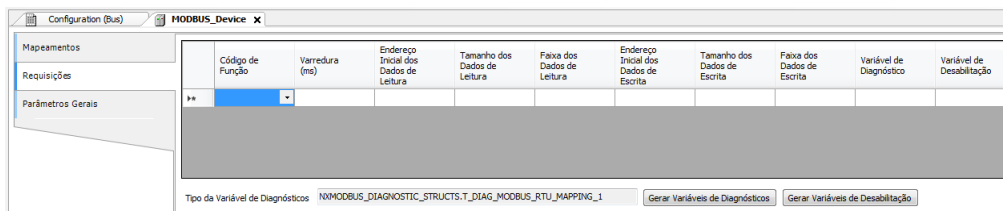

Figura 87: Tela de Requisições de dados MODBUS Mestre
- Adicionar e configurar as requisições MODBUS como apresentado na Figura 87, especificando a função, o tempo de varredura da requisição, o endereço inicial (leitura/escrita), o tamanho dos dados (Leitura/Escrita) e gerar as variáveis de diagnóstico e desabilitação das requisições através dos botões na parte inferior da janela.